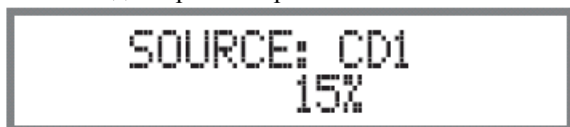

Рисунок 1
Осторожно удалите изоляционное покрытие на конце провода. См. рис. 1, 2 и 3.
1. Для включения MA6600 нажмите кнопку STANDBY/ON. После запуска прибора на дисплее передней панели появится название последнего использованного аудиоисточника и уровень громкости, установленный в последний раз. См. рис. 1
4. Для выхода из режима настройки нажмите кнопку STORE/EXIT, индикаторы над этой кнопкой и кнопкой MONO/SETUP погаснут, а дисплей вернется к своей нормальной индикации. См. рис. 1